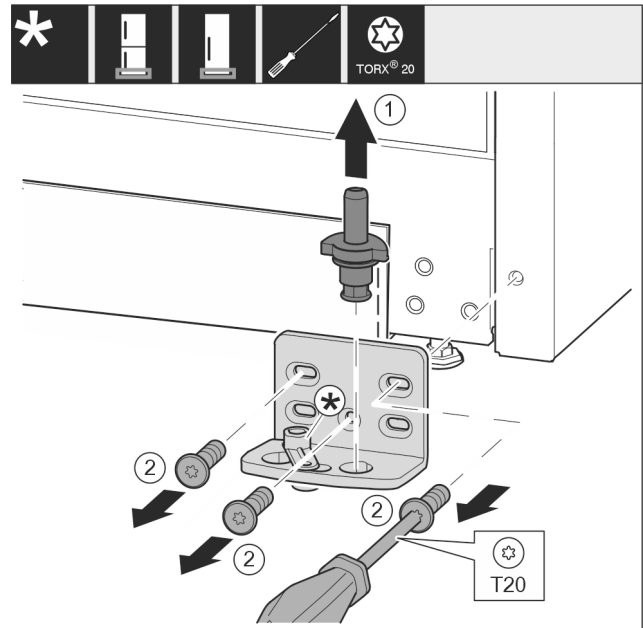

Fig. 14
- ▶ Lagerbouten compleet vanaf de bovenkant eruit trekken. Fig. 14 (1)
- ▶ Schroeven met schroevendraaier T20 eruit draaien en de lagerbus eraf halen. Fig. 14 (2)